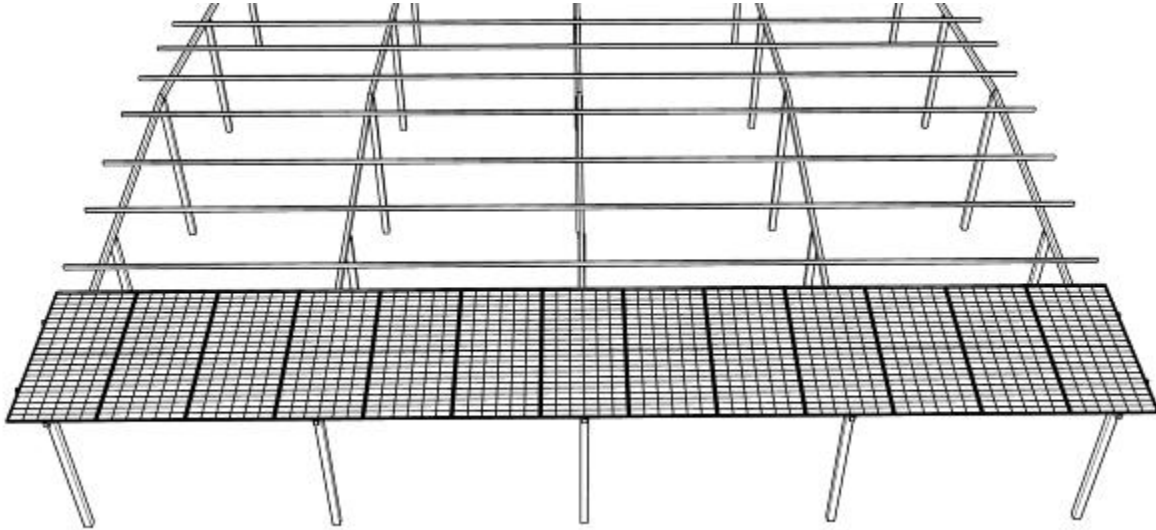

Figura 25
11) Repita as etapas acima para concluir a instalação da primeira fileira de placas (Figura 25).